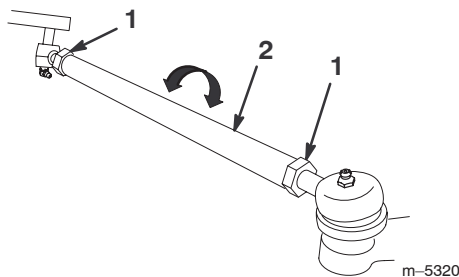

Bild 51
5. Sollte die Messung nicht im angegebenen Bereich liegen, lockern Sie zum Einstellen die Klemmmuttern an beiden Enden der Zugstangen (Bild 51).